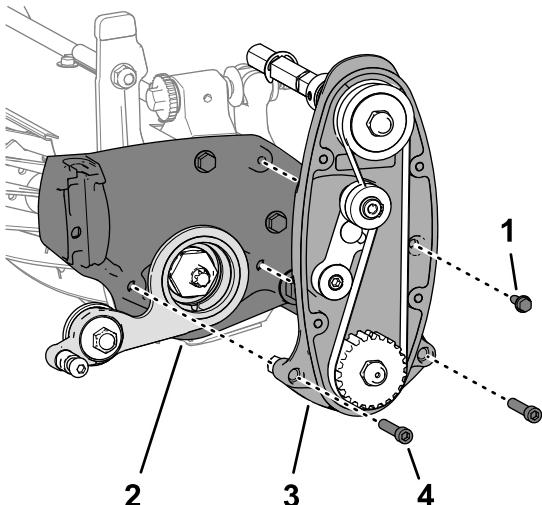

図17
- 図17に示すように、アイドラアセンブリをカッティングユニットに合わせる。
- リールドライブをカッティングユニットに取り付ける図17フランジヘッドねじ $\frac{1}{4}$ " x $\frac{3}{4}$ "を使用する。